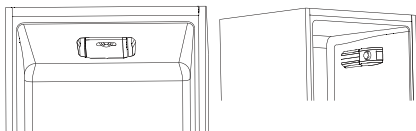

Fig.4
- Il gruppo termostato per il controllo dell'apparecchio, è collocato all'interno della cella frigo (fig.4). Ruotare la manopola del termostato oltre la posizione "0". La luce è accesa quando la porta del frigorifero è aperta. Posizionando la manopola su "0" si spegne completamente il prodotto.